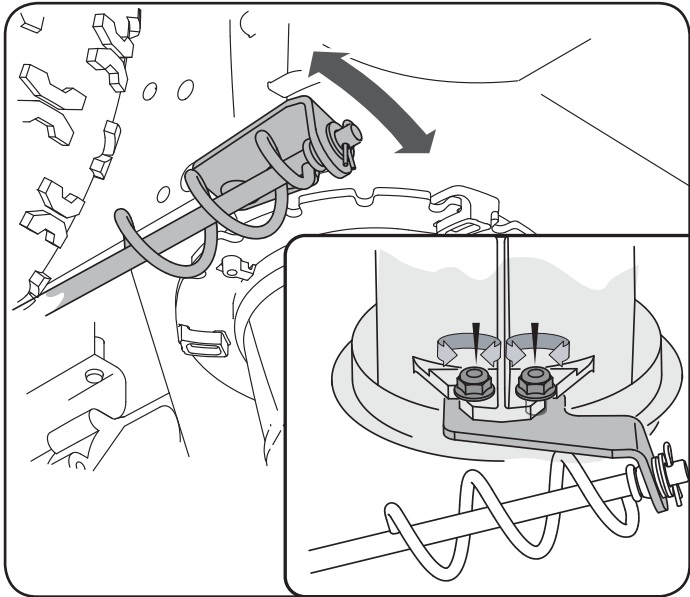

Figure 18
1. Débranchez la manivelle de la goulotte à la goulotte en retirant la goupille fendue et la rondelle plate. Voir la Figure 18.
Pour déblayer la neige d'une surface lisse en béton ou en goudron, placez les patins à la position basse. Utilisez la position haute ou intermédiaire si la zone à dégraver est irrégulière. Sur une surface recouverte de gravier, placez toujours les patins à la position la plus haute. Voir la Figure 18.